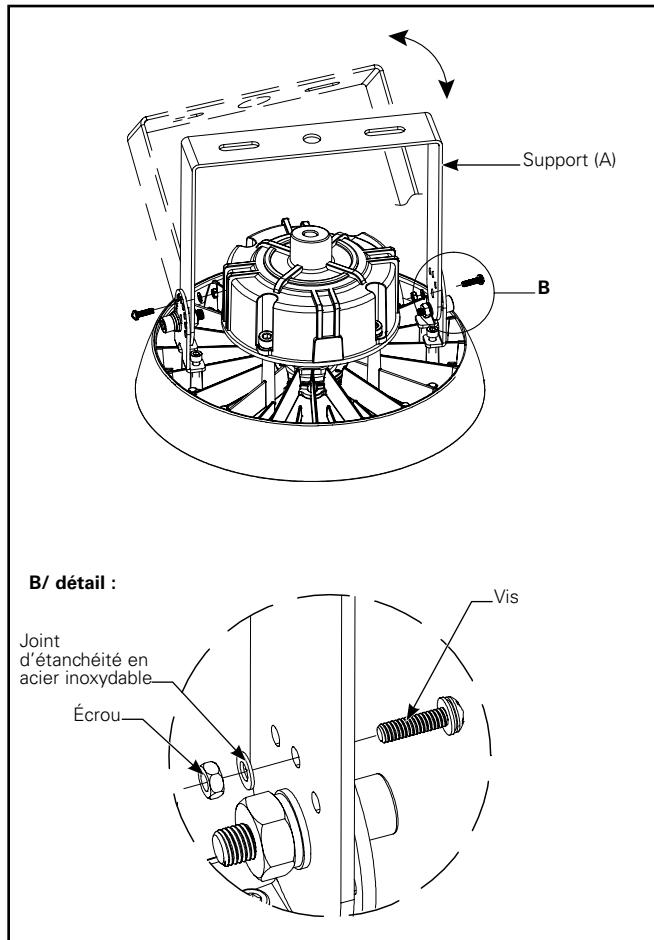

Figure 12.
- Ajustez l'angle du support (A) puis fixez en place (Figure 12).